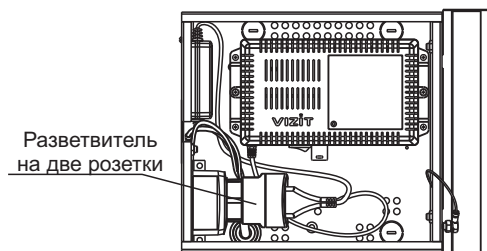

Рисунок 6 - Расположение блока управления **VIZIT** и блока питания 19w/14.4v/EU FARADAY в боксе
- Подключите сетевые вилки блока управления и блока питания к тройнику (см. рис. 6, 7).